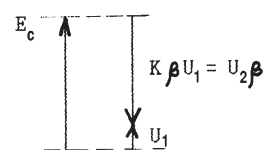

рис. 8
Ключевое уравнение (7) удобно представить наглядно в виде векторной диаграммы (рис.8). На ней (и далее) входной сигнал E_c предполагается синусоидальным, а все векторы для наглядности разнесены на некоторое расстояние друг от друга. Показанное соотношение между векторами при резком скачке сигнала E_c на входе устанавливается не мгновенно, а определяется быстродействием устройства: какое-то время векторы βU_2 и U_1 изменяются по величине, пока не примут устойчивого значения по условию (7). Однако по сравнению с периодом звуковых колебаний это время обычно достаточно мало, чтобы можно было считать этот процесс бесконечно быстрым.
На самом деле состояние, описываемое формулой (7) или рис.8, достигается путем выработки в каждый момент времени нового значения входного сигнала U_1 . Если выходное напряжение U_2 при постоянном входном сигнале E_c в силу каких-то причин отклоняется от устойчивого значе-